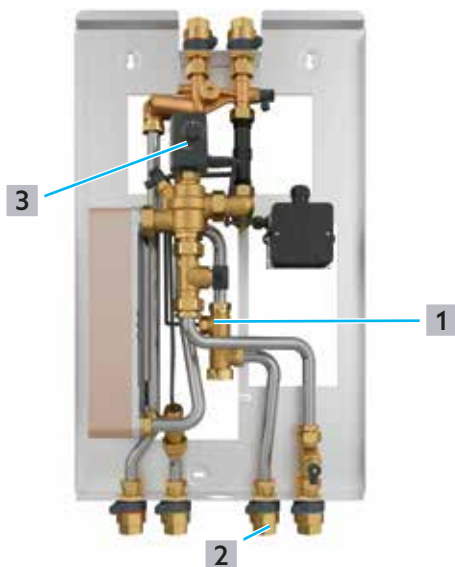

Abb. 22: Volumenstromsensor prüfen und reinigen
- 1** Schließen Sie das Keramikscheibenventil Kaltwasser-Zulauf ((2) in Abb. 22 auf Seite 27) im Trinkwasserkreis.